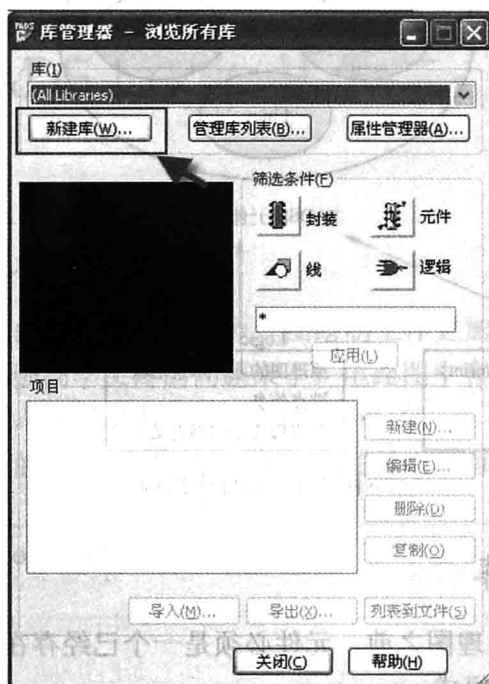
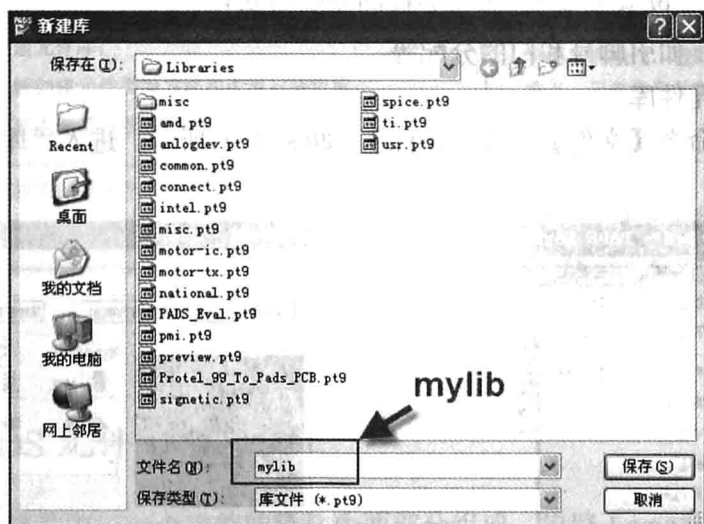

图 3-4 【新建库】按钮
图 3-5 “新建库”对话框
(2) 单击【新建库】按钮(如图 3-4 所示),在弹出的“新建库”对话框的“文件名”文本框中输入新元件库的名称,如 mylib,然后保存,如图 3-5 所示。